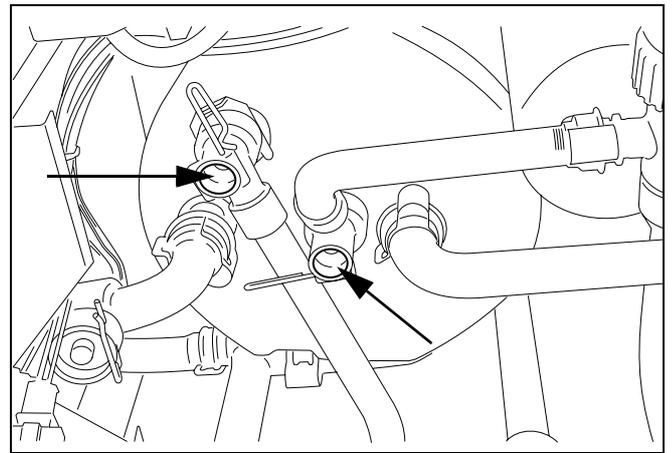

Abb. 42 Warmwasserbehälter spülen
- Speicher- und Auslaufftemperatursensoren abziehen und an deren Stelle die Spülanschlüsse (Abb. 42) aufstecken.